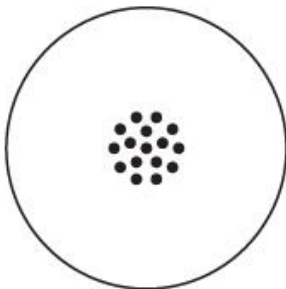
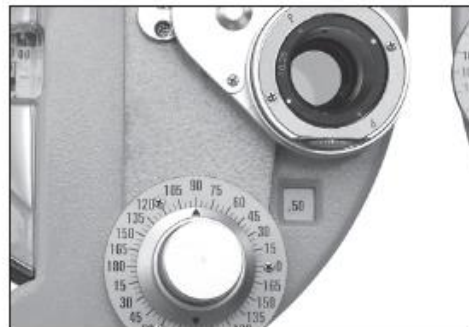
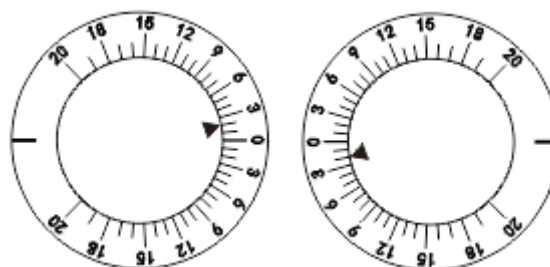

Abb.34
Abb.35
Abb. 41
- (2) Projizieren Sie das Punktdiagramm des Kreuzzylinders wie in Abb. 34 gezeigt. Drehknopf drehen ⑲ mit Finger zum Drehen der Kreuzzylinderlinse ㉔. Bitten Sie den Testteilnehmer dann, die beiden Bilder zu vergleichen, die er vor und nach dem Drehen der Kreuzzylinderlinse sieht. Stoppen Sie auf der besseren Seite. Wenn zum Beispiel das, was der Testteilnehmer sieht, am klarsten ist, wie in Abb. 35 der Kreuzzylinderlinse gezeigt, drehen Sie den Zylinderlinsen-Achsenknopf ㉒ um die Achse der Kreuzzylinderlinse um 5 ° in Richtung des roten Punktes zu verschieben, damit die Position der Zylinderlinsenachse skaliert ㉓ ist auf 95 ° positioniert.
(6) Verwenden Sie das in Abb. 34 gezeigte Kreuzzylinder-Punktdiagramm mit dem gleichen Verfahren wie in (2) beschrieben. Bitten Sie den Testteilnehmer nun, die Diagramme zu vergleichen, die er sieht. Das Ergebnis ist als Abb. 38 dargestellt. Wenn die Testperson das klarste Diagramm sieht, wenn der rote Punkt mit dem Buchstaben P übereinstimmt (wie in Abb. 38 gezeigt), bedeutet dies, dass sich die Dioptrie der Testperson um 0.25 dpt hat (jetzt beträgt die Dioptrienstärke der Testperson 0.75 dpt).
ein. Tests werden für das linke und das rechte Auge unabhängig durchgeführt, wobei für beide Augen ein binokulares Prisma verwendet wird. Im Allgemeinen werden diese Tests als binokularer Gleichgewichtstest bezeichnet. Stellen Sie beide Augen auf O. Verwenden Sie die Tabelle in Abb.34 und stellen Sie die Prismen als  $2\Delta U$  (rechtes Auge) und  $2\Delta D$  (linkes Auge) ein (siehe Abb.41).